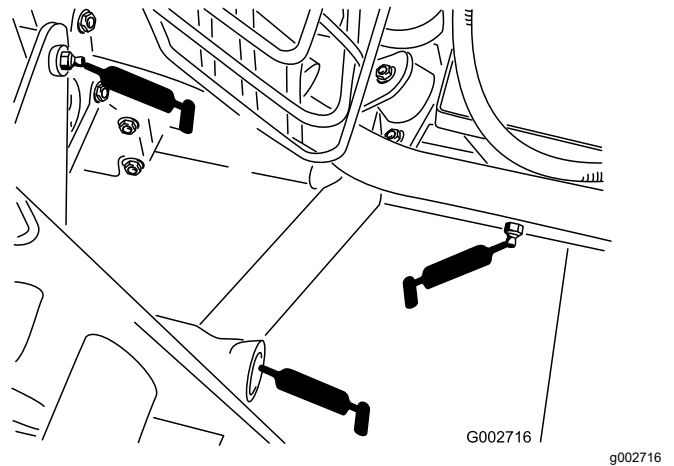

Figura 21
- 5 cuscinetti dell'attacco di traino posteriore (Figura 21).